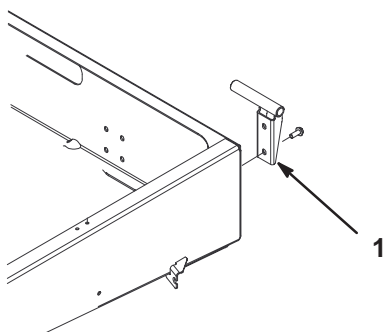

Figura 8
2. Monte o apoio da articulação da mão esquerda no canto esquerdo traseiro do chassis com dois parafusos de cabeça flangelada (3/8 x 1 pol.). Colocar o apoio tal como se mostra na Figura 8.